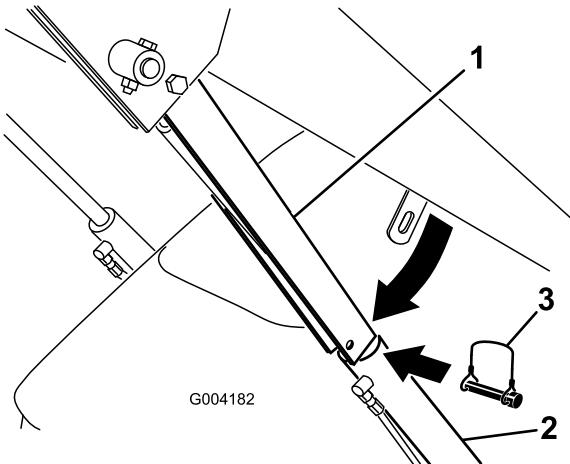

Figura 23
- Retire el pasador de seguridad que fija el bloqueo del cilindro al brazo de carga (Figura 23).
- Baje el bloqueo del cilindro sobre la barra del cilindro y fíjelo con el pasador de seguridad (Figura 23).